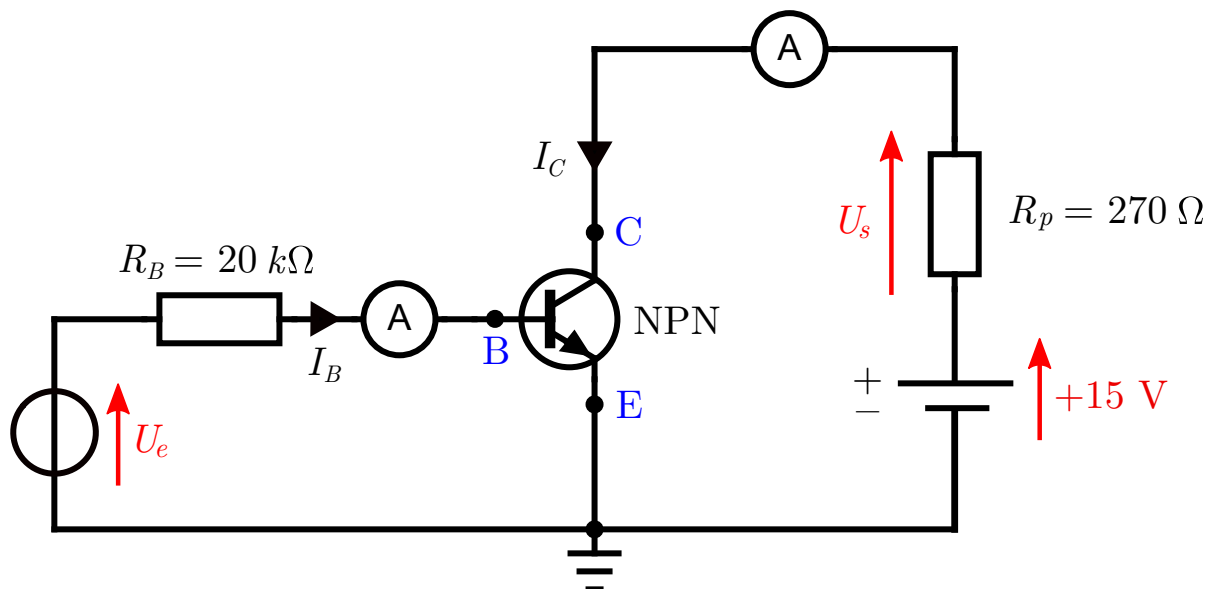

FIGURE 3 – **Etude d'un transistor bipolaire.**
- **Manip quantitative** : Afin de mettre en avant cette amplification en courant, on réalise le montage présenté en figure 3. On fait varier la tension U_e entre 0 et 10 V par exemple, en mesurant les courants I_B et I_C circulant respectivement dans la base et le collecteur du transistor à l'aide d'ampèremètres.
A l'aide des ampèremètres représentés en figure 3, on mesure le courant de base I_B en fonction du courant de collecteur I_C . Les incertitudes de mesures sont fixées par la précision des multimètres, qui est de l'ordre de $\pm 1\%$.